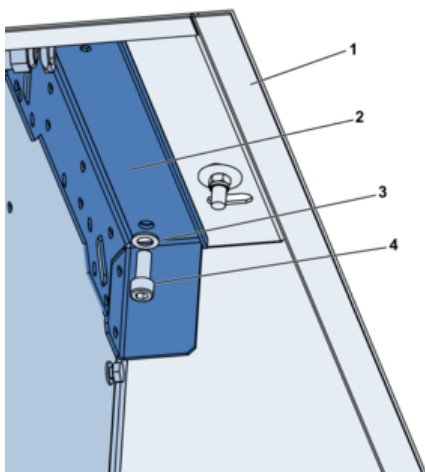

Abb. 27: Gerät in die Zarge verschrauben
5. ▶ Das Gerät (Abb. 27/2) mit dem Lift mittig in die Zarge (Abb. 27/1) einsetzen, Montagelöcher des Gerätes müssen mit den Gewindebohrungen der Zarge fluchten.
6. ▶ Das Gerät mit insgesamt 4 Schrauben M10x25 (Abb. 27/4) und Scheiben (Abb. 27/3) an der Zarge handfest verschrauben.